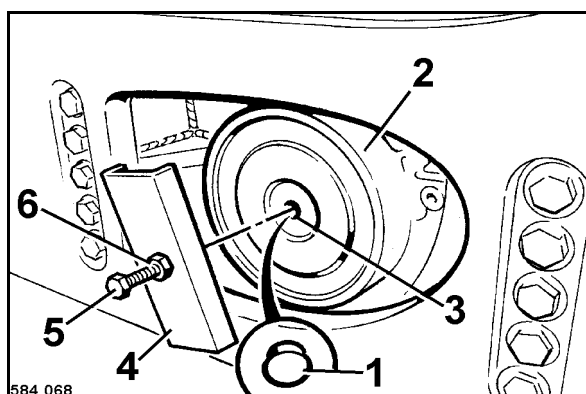

Fig. 112
- Retirer le bouchon fileté (1) (Fig. 112).
- Placer le fer en U (5) sur le carter de frein (2) et visser la vis (4) jusqu'à butée dans le taraudage (3).
- Visser l'écrou (6) et serrer d'env. un tour. Le bandage doit tourner librement.